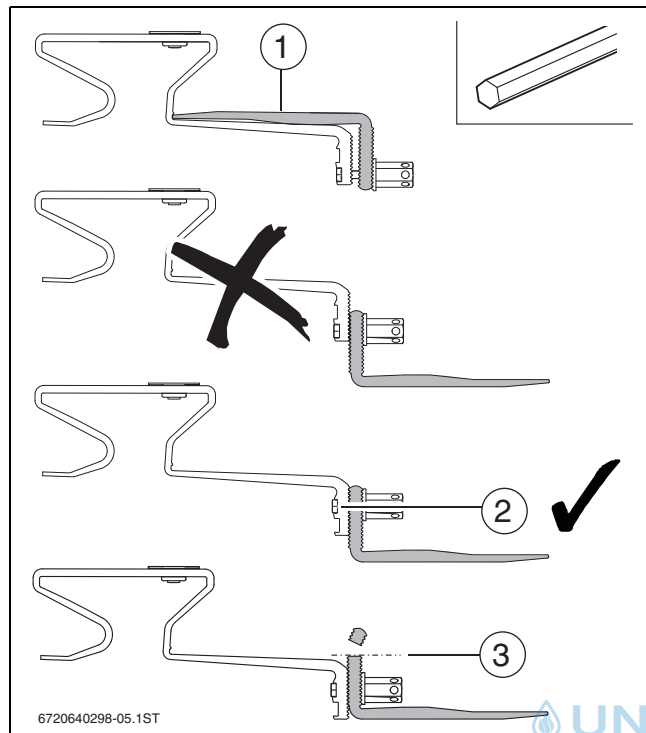

Bild 26
- Wenn die Dachziegel- und Dachlattenstärke zusammen 70 mm übersteigt, Dachhaken als Sparrenanker (→ Bild 26) verwenden.